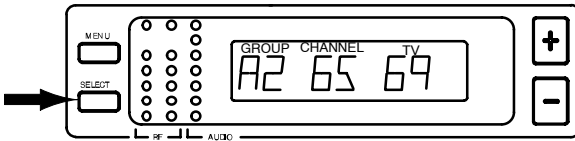

FIGURA 13
- Oprima el botón de SELECCION para escoger el valor de Grupo o de Canal. Los valores actuales de Grupo, Canal y Canal de TV aparecen en la pantalla, como se muestra en la Figura 13. (Los modelos vendidos fuera de los EE.UU. y Canadá pueden no dar indicación alguna del canal de TV.)